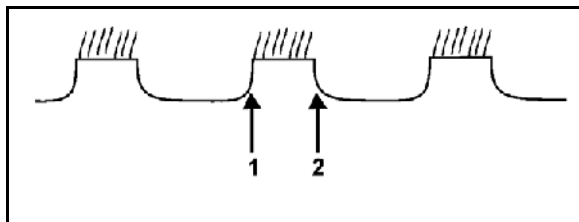

Рис. 41
- **Рис. 41** – 1-й ряд дисков сдвиньте вправо и проверьте заново.